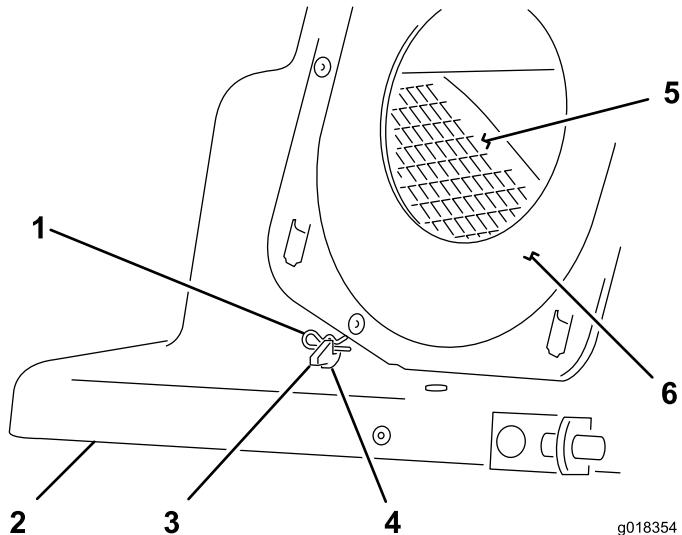

Figura 14
- Sujete el deflector a la tapa insertando las chavetas en los taladros de las pestañas de montaje del deflector, según se muestra en Figura 14.